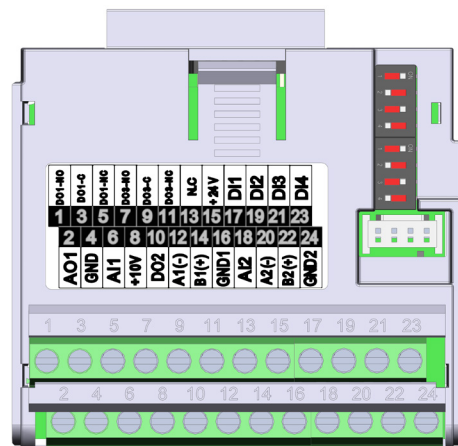

图20.4：插入模块CFW500-CRS485
CFW500-CRS485 插入式模块在端子 12 (A-) 和 14 (B+) 处具有通过 RS-485 端口的串行 (1) 接口, 以及通过另一个 RS-485 端口的串行 (2) 接口在端子 20 (A2+) 和 22 (B2+) 处, 请参见图 20.4 (第20-1页)。另请参见, 端子 16 上的 GND1 和端子 24 上的 GND2 彼此隔离, 并与端子 16 上的 GND 隔离。